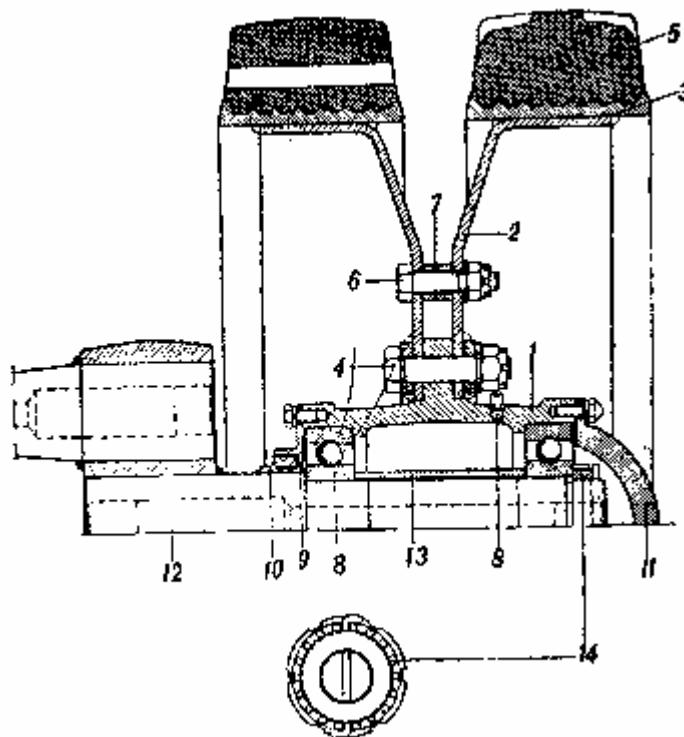

Рис. 135. Опорный каток с наружной амортизацией:
Опорный каток с наружной амортизацией (рис. 135) состоит из ступицы 1 и двух штампованных дисков, 2 с обрезиненными ободами 3. Ступица отлита заодно с фланцем, к которому крепят шестью болтами 4 диски. На диски в нескольких местах напрессованы и приварены обода с резиновой шиной 5. Диски стягиваются десятью болтами 6.
Собранный опорный каток надевают на ось 12 (см. рис. 135) впрессованную в балансир, до плотного упора торца внутренней обоймы шарикоподшипника 8 в бурт оси.
- 4) Снять броневой колпак 11 (см. рис. 135), расшплинтовав и отвернув гайку 14.